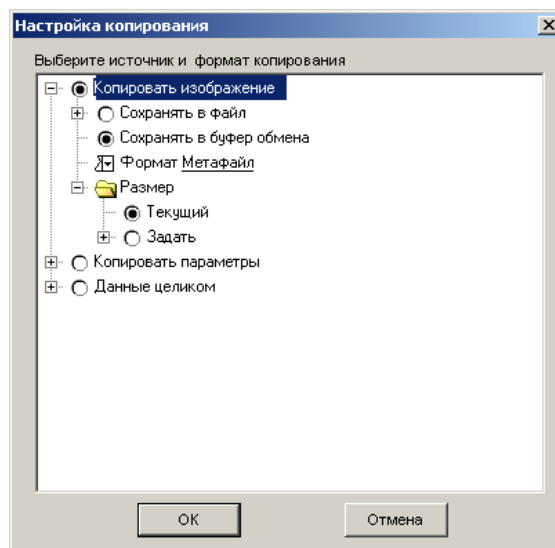

Рис. 35. Окно настройки копирования.
- **Настройка копирования (Alt+Ins)** - выбор информации для копирования (изображение, параметры или данные целиком). Графическую и текстовую информацию (рисунок и параметры) можно скопировать в буфер обмена (Clipboard) с целью вставки в графический или текстовый редактор. В открывшемся окне (рис. 35) необходимо щелкнуть левой кнопкой мыши в кружке слева от строки **“Копировать изображение”**, **“Копировать параметры”** или **“Данные целиком”**.